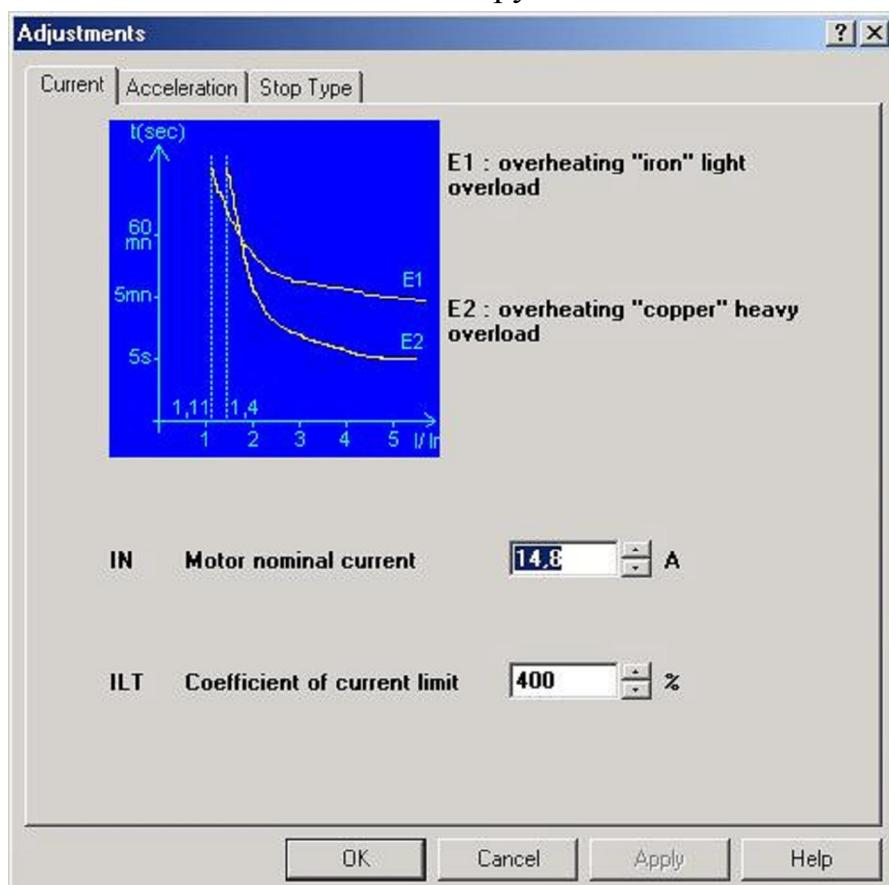

Рис. 3.4 Окно настроек
- С помощью окон (рис. 3.4, 3.5, 3.6, 3.7), вызываемых кнопками в окне главной панели (рис. 3.1) или одноименными командами меню «Configuration».
Окно настроек (рис. 3.4) содержит функции меню *SEt*. Список доступных функций может несколько отличаться в зависимости от выбранного способа остановки и назначения логических входов. Нужную функцию можно найти на одной из вкладок:
Выбор некоторых функций сопровождается появлением объяснительного рисунка (как для функций *In* и *ILt* на рис. 3.4). После отказа от значения «*Disabled*» (заблокировано) некоторых функций становятся доступными для настройки другие, связанные с ними параметры.